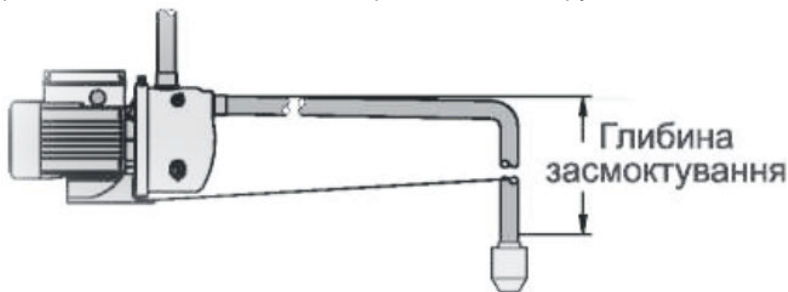

Рисунок 5. Схематичне зображення співвідношення глибини всмоктування до довжини вхідного рукава.
3. Вхідний трубопровід за всією його довжиною, а також фільтри, зворотний клапан та запірна арматура повинні мати пропускну здатність (площа перерізу пропускного отвору) не меншу, ніж вхідний патрубок насоса. Також за загальної довжини вхідного трубопроводу понад 10 метрів або за глибини всмоктування більше ніж 4 метри (як зображено на рис. 5) рекомендується збільшити його перетин на 25–50 % від номінального. За цих обставин вхідний трубопровід рекомендується використовувати з мінімальною кількістю вигинів та поворотів для зменшення його гідравлічного опору.